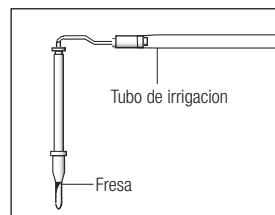

Fig.11
- 3) Introduzca la boquilla de irrigación interna en la fresa desde la parte posterior. (Fig.11)